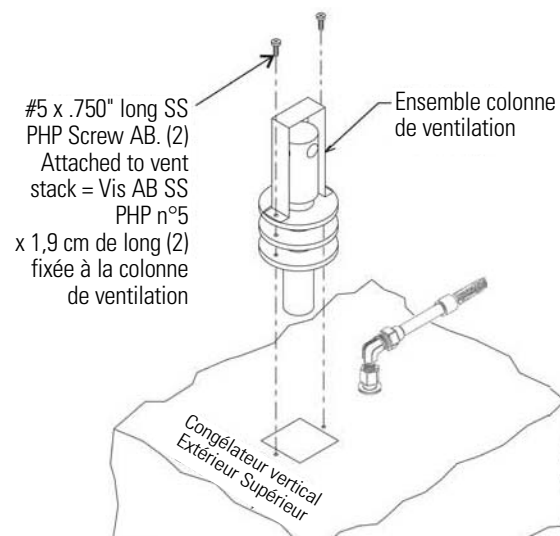

Figure 5-2. Colonne de ventilation
6. Installer la colonne de ventilation (Figure 5-2) via l'ouverture et la fixer en haut du congélateur, à l'aide de vis.